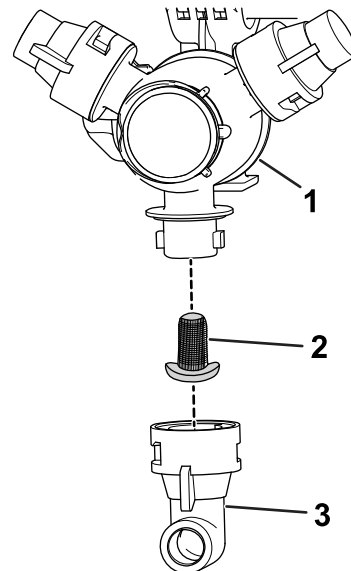

Figura 147
2. Retire la boquilla de la torreta de fumigación (Figura 147).
3. Retire el filtro de boquilla usado (Figura 147).
4. Instale el filtro de boquilla nuevo (Figura 147).
5. Instale la boquilla en la torreta de fumigación (Figura 147).